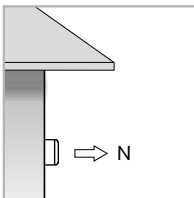

Bild 3
3. För bästa prestanda ska du placera reläet mot norr (se bild 3).